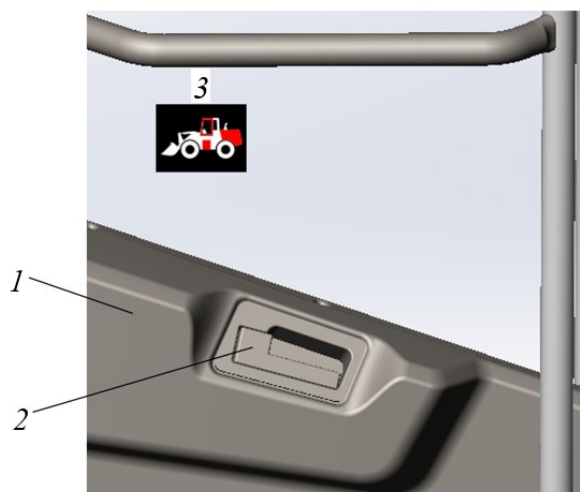

Рисунок 3.11. Выход из кабины оператора
- ▶ Открыть дверь кабины 1 при помощи рычага 2, см. рис. 3.11.